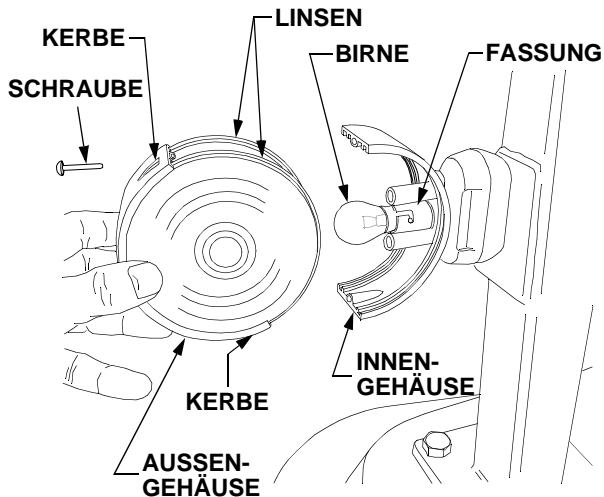

Abbildung 38
- Die äußere Hälfte des Lampengehäuses sowie die vordere und hintere Linse fassen. Die Schrauben, mit denen Außen- und Innengehäuse verbunden sind, befinden sich in den Kerben oben und unten auf dem Außengehäuse; diese Schrauben heraus-schrauben. Siehe Abbildung 38.